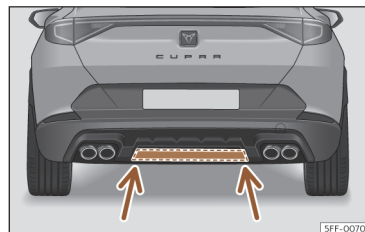

Fig. 83 Zona de deteção do sensor inferior
• Se a porta da bagageira não se abrir, repita o procedimento passados alguns segundos. Possivelmente não atingiu a zona de detecção do sensor inferior >>> **Fig. 83.**